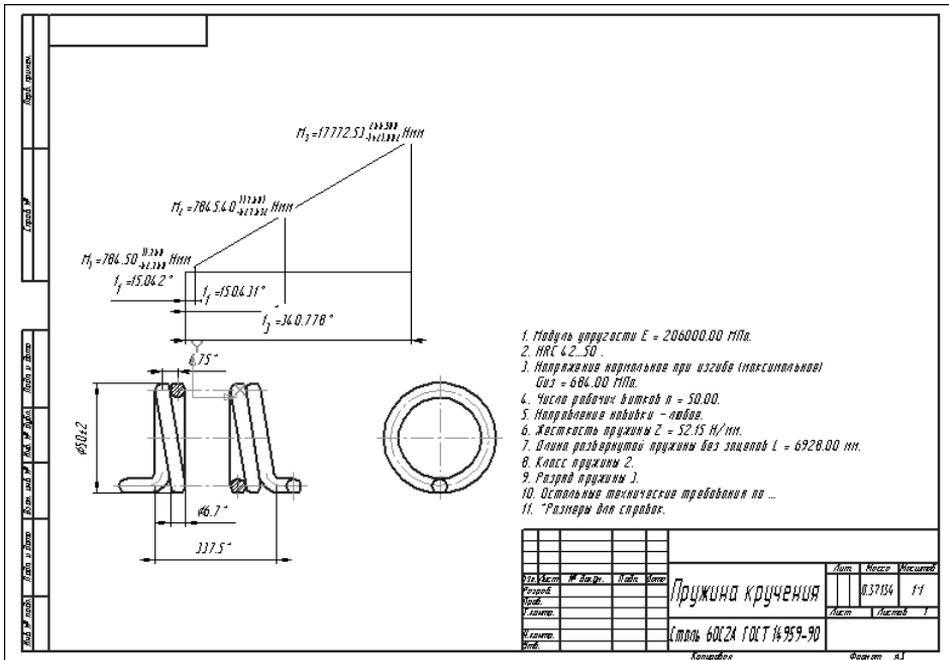

Рис. 4.104. Детализированный чертеж пружины кручения с техническими требованиями и размерами
- переместите фантом пружины кручения в центр свободного пространства чертежа и щелкните мышью. Определится местоположение пружины кручения на чертеже. Появится детализированный чертеж пружины кручения с техническими требованиями и размерами, см. рис. 4.104.
- откройте графический файл с ранее спроектированной пружиной кручения, например представленный на рис. 4.104.